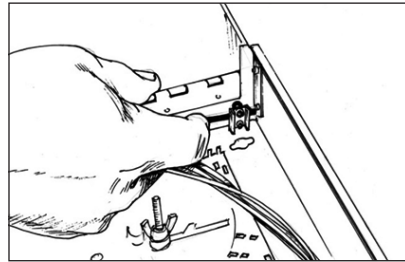

Рисунок 8
- 11** Отрезать необходимую длину ЦСЭ и зафиксировать ЦСЭ накладкой крепления (рисунок 8).